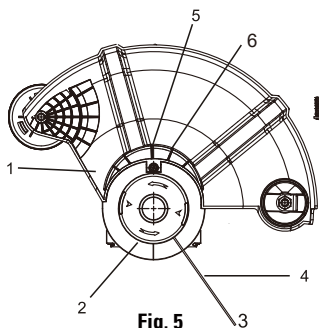

Fig. 5
1. Placez l'outil sur le dos sur une surface de travail propre (Fig. 5).
2. Faites glisser le protecteur dans la direction indiquée par la flèche (2).
- REMARQUE :** Assurez-vous que le fil pour coupe-herbe (3) n'est pas coincé entre le support du protecteur et le protecteur.
3. Posez 1 vis (4) dans les trous correspondants (5) du boîtier du moteur.